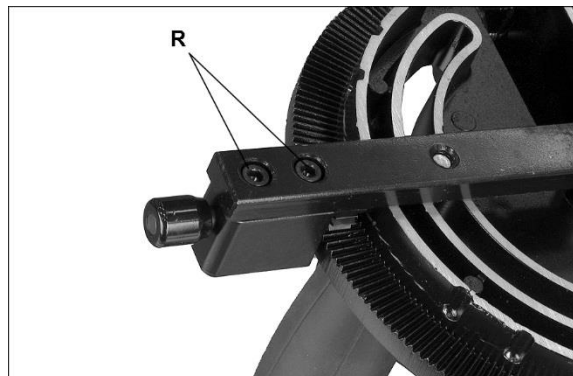

Рисунок 8-3
4. Отрегулируйте корпус (K), пока он не будет под прямым углом (90°) по отношению к пазу.
5. Затяните ручку фиксации (H).
6. Убедитесь, что индикатор шкалы (L) показывает 0° . Если это не так, ослабьте винт (P) и выставьте индикатор (L), на 0° . Затяните винт (P).
7. Если описанная выше процедура не обеспечит удовлетворительного выравнивания углового упора, ослабьте два болта (R, Рисунок 8-3) под опорной стойкой и сместите ее, если необходимо. По окончании, затяните болты.